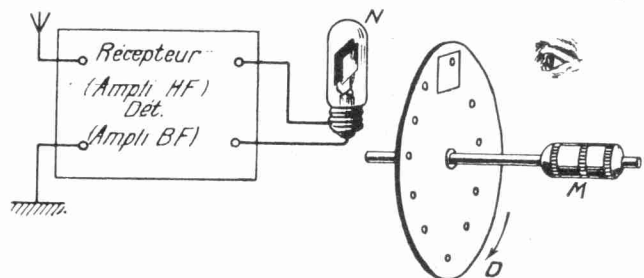

Fig. 2. — Schéma du récepteur individuel de télévision. — M, moteur ; D, disque de Nipkow ; N, lampe au néon.
Aujourd'hui, le récepteur-type de télévision, le seul construit industriellement et vendu au public en Angleterre, en Allemagne et aux Etats-Unis, appartient au type « individuel ». Nous avons étudié la composition et le mode de fonctionnement d'un tel récepteur dans un précédent numéro (1). Rappelons brièvement qu'il se compose d'une lampe au néon N (fig. 2) placée derrière un disque de Nipkow D, animé